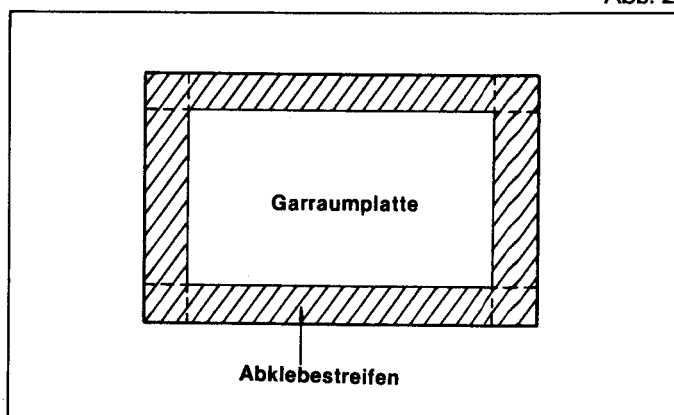

Abb. 22
- (C) Die obere Fläche der neuen Garraumplatte rundherum mit Klebestreifen abkleben. **Abb. 22.**